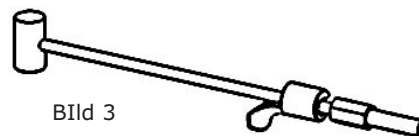

Bild 3
1. För upp justeringen (6) i låsarmen (3), och fäst sedan wiren (5) i justeringen (6).
2. Trä sedan wireskyddet (17), med den välvda tungan utåt pekande mot cylinder i andra änden på wiren, se bild 3. Tryck in wireskyddet ordentligt i hålet på låsarmen, se till att wireskyddet stannar intryckt medan du skruvar i stoppskruven (13). Se till att wireskyddets tunga följer wrens dragning.
3. Skruva sedan bulten (11) genom bussningen (7), låsarmen (2), fjädern (9) och brickan (14) in i klämma ytter (3). Använd loctite 2701 på gängan i klämma ytter (3). **OBS!** Gängan ska sprutas med loctite activator 7649 innan loctite 2701 används.
4. Montera ihop handtaget (1) med klämma ytter (3) med hjälp av bussningen (8). Använd loctite 2701 på gängan i klämma ytter (3). Sätt dekalen (18) över hålet för insexnyckeln.
5. Fäst sedan wiren (5) i handtaget (1) med hjälp av stoppbrickan (14) och skruven (12). Dra åt skruven tills den bottenar, men ej för hårt, då förstör man gängan i plasten.
6. Fäst klämma inner (4) i klämma ytter (3) med bricka (15) och bult (16).